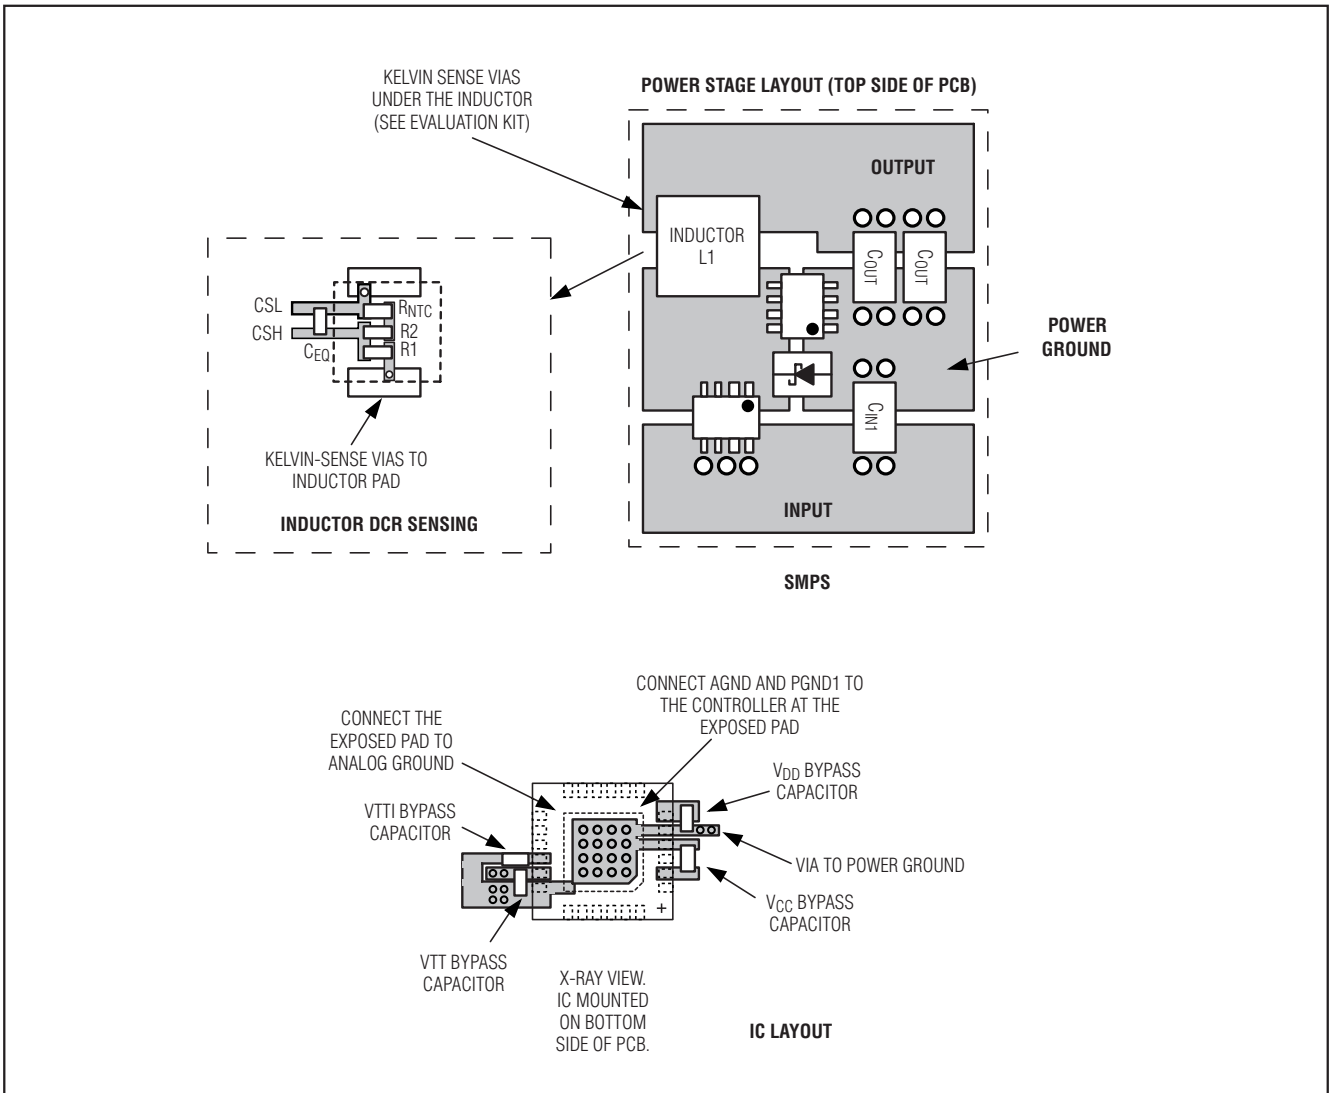

图9. PCB布板实例
- 4) DC-DC控制器的接地如图1和图9所示。该图可被视作有2个独立的地平面：功率地，所有大功率元件的接地端；以及模拟地，用于敏感模拟元件的接地端。模拟地和功率地必须仅在IC下方单点直接连接。